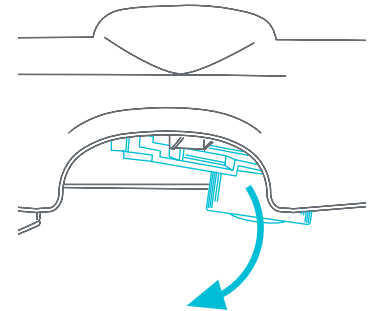

Fig. 7a
- Tire de la rueda hacia afuera desde la base y enderece la rueda (Fig. 7a).